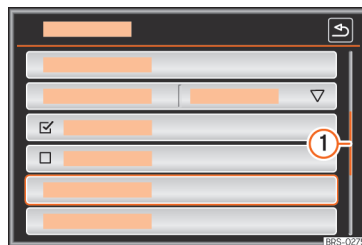

Fig. 205 Possibili voci di un elenco nel menu di impostazioni.
Quando le opzioni selezionabili sono più di quelle che possono essere visualizzate sul display, nella zona destra dell'immagine appare una barra di scorrimento »» fig. 205 ①.